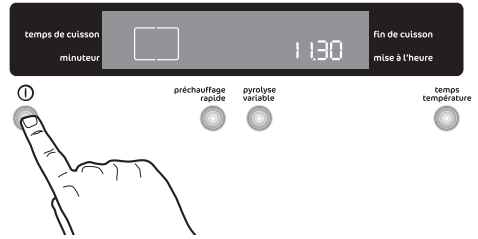

Fig. 3
Le four doit être mis en marche avant de régler tout programme ou fonction de cuisson. Quand la touche "**Marche/Arrêt**" ① est pressée, l'éclairage du four s'allume et le symbole  apparaît sur l'écran (Fig. 3).